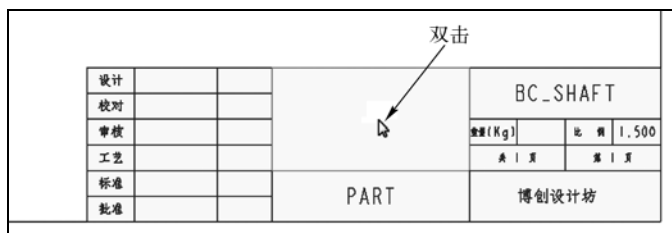

图 12-137 双击标题栏的指定表格
① 切换到功能区的“注释”选项卡。双击如图 12-137 所示的标题栏表格。